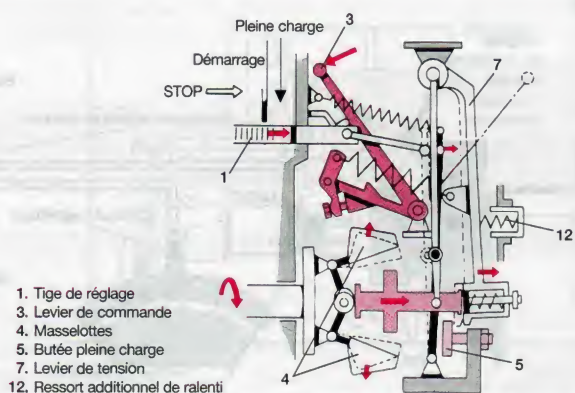

Figure 93.5. Régulateur RSV, position fin de régulation
Selon la tension imposée au ressort de régulation (8) en relation directe avec la position du levier de commande (3), la force centrifuge permettra aux masselottes, par l'intermédiaire de la douille de guidage (13), de provoquer à des régimes de rotation différents, le déplacement du levier de tension (7), ramenant la tige de réglage (1) vers la position Stop (**fig. 93.5**).